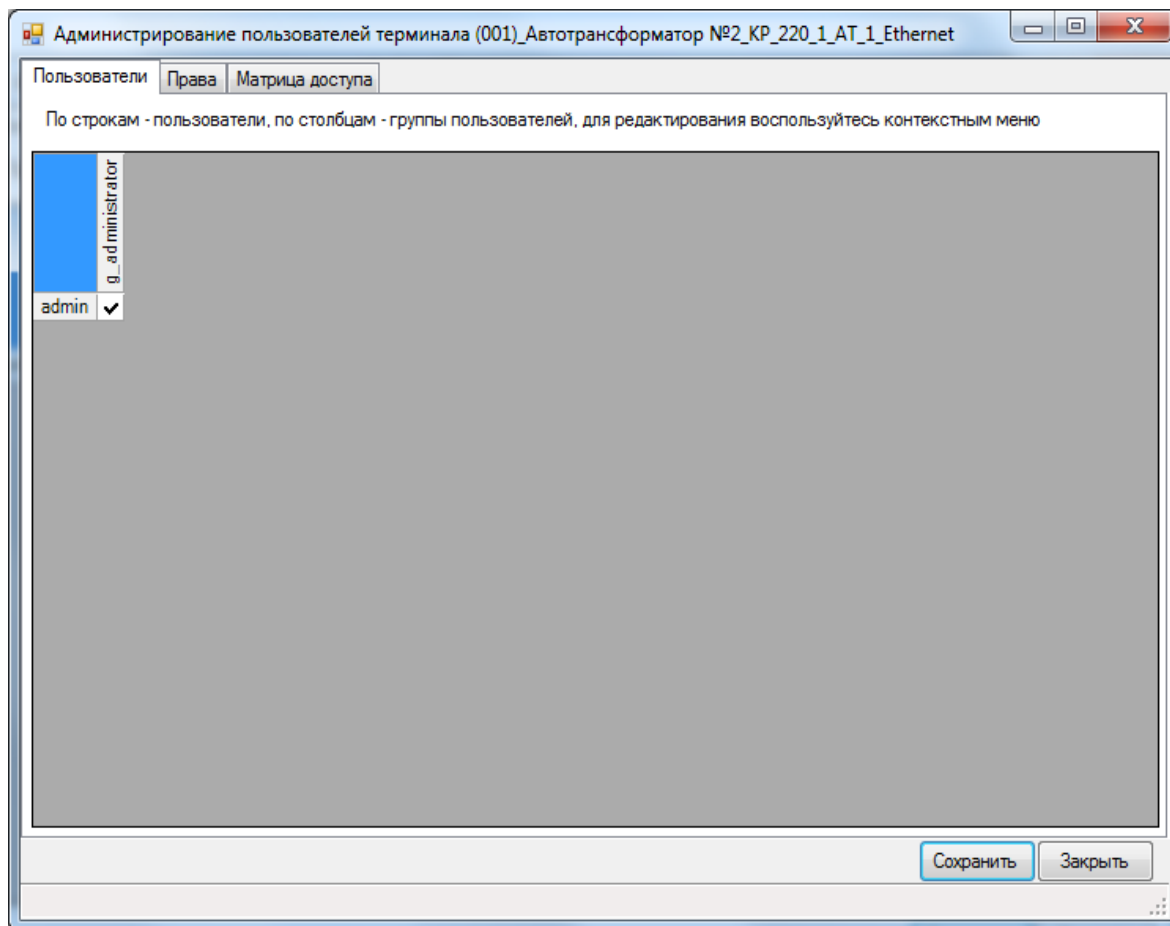

Рисунок 2.68.2
- Пользователи (рисунок 2.68.2);